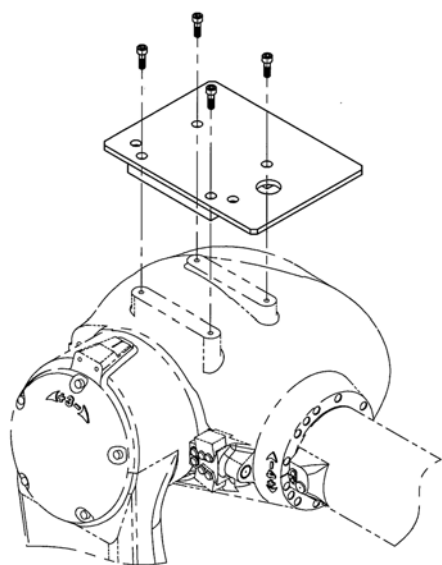

図 1.1 固定ブラケットの取り付け(手順 1)
1. 図 1.1 を参考に固定ブラケットをアームのショルダー部に取り付けてください。